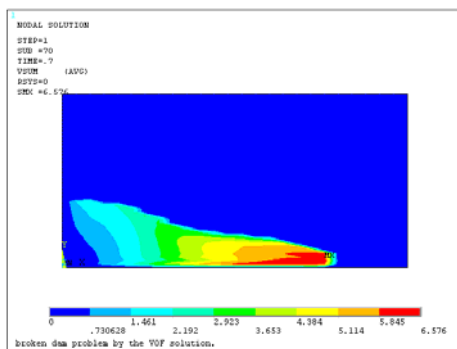

图 7-71 流体速度场分布等值线图
④重复第②步操作。在“Item to be contoured”列表框中依次选择 DOF Solution→Fluid velocity，单击“OK”按钮，ANSYS 窗口将显示如图 7-71 所示的流体速度场分布等值线图。